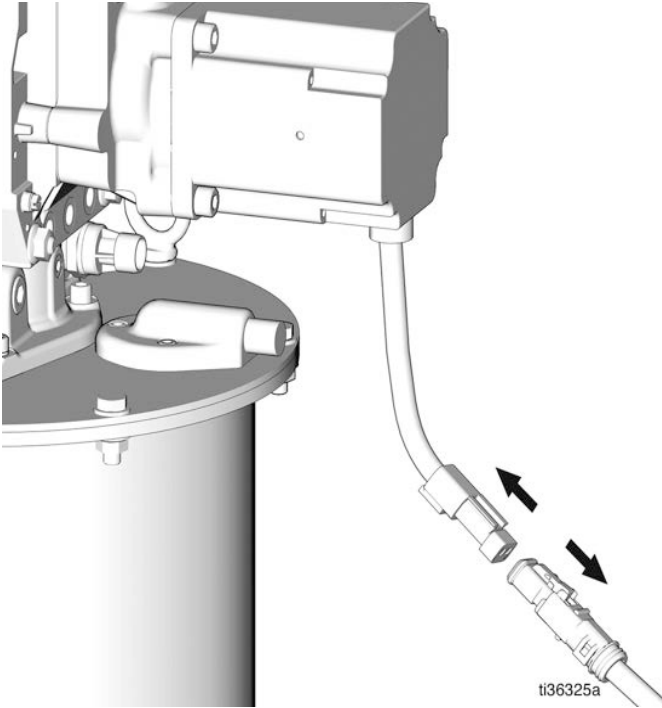

FIG. 10
1. Coupez l'alimentation électrique du système (Fig. 10).